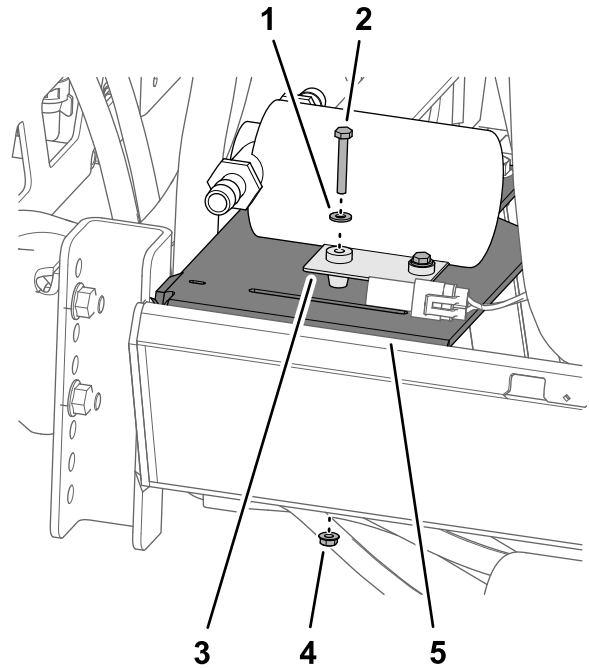

图25
3. 将冲洗水箱泵安装法兰隔片上的孔与水箱架鞍形板中的孔对齐图 25。
4. 使用 4 个螺栓 1/4 x 1-3/4 英寸、4 个垫圈 1/4 英寸和 4 个锯齿凸缘螺母 1/4 英寸将冲洗水箱泵组装到鞍形板上图 25。